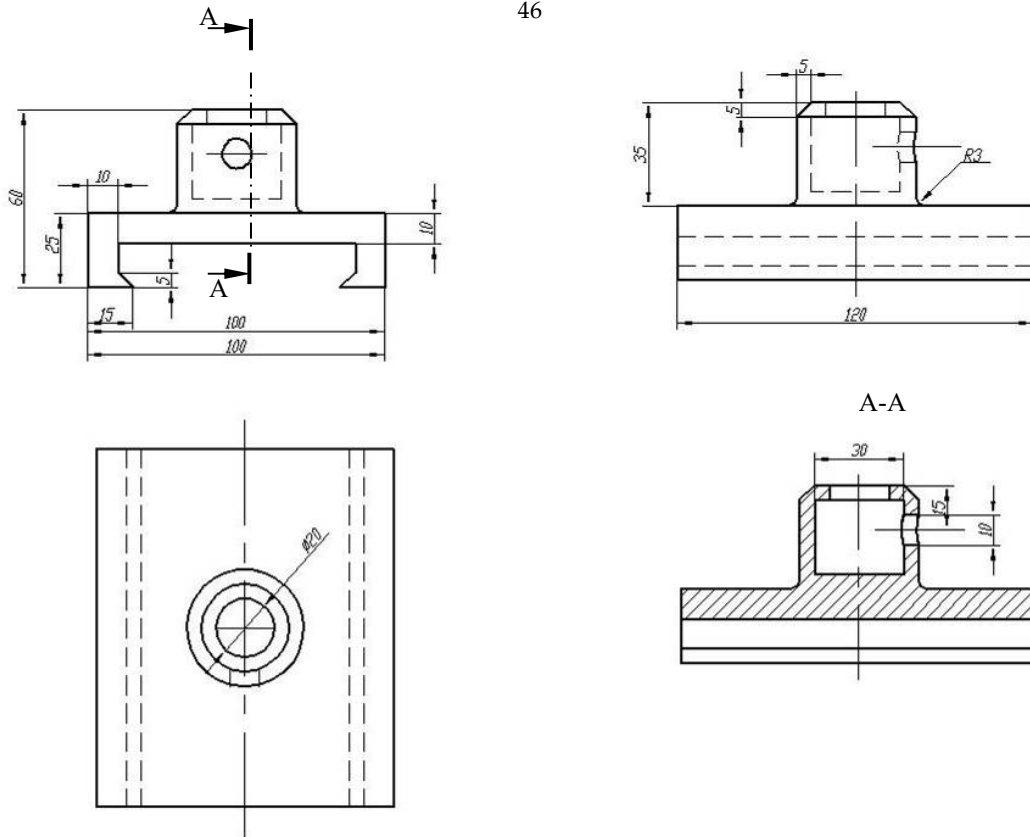

Рисунок 11.3 – Эскиз детали
- 2 Подготовить чертеж детали, используя ассоциативные виды (рисунок 11.3). Выполнить сечения детали по заданию преподавателя.